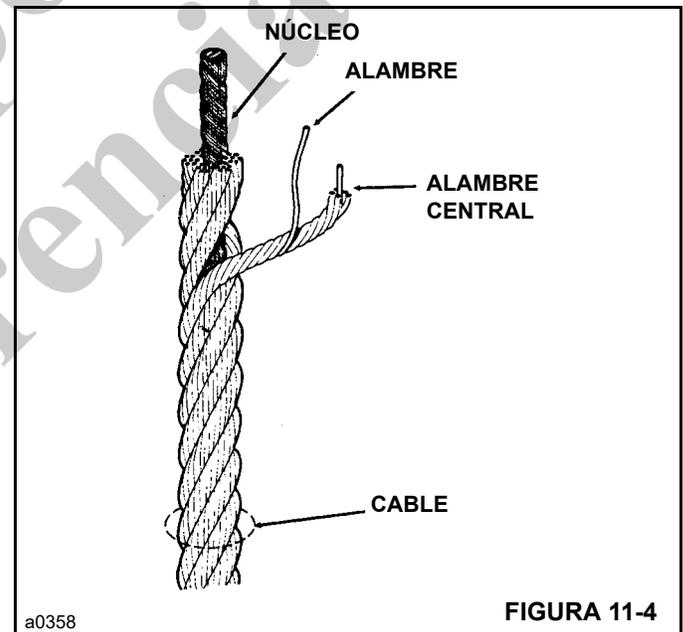

FIGURA 11-4
Cada cable tiene tres componentes básicos (Figura 11-4): (1) Los alambres que forman las trenzas y proporcionan colectivamente resistencia al cable; (2) las trenzas, que se extienden helicoidalmente alrededor del núcleo y (3) el núcleo, que forma una base para las trenzas. El núcleo que se utiliza en el cable del pórtico es un núcleo de cable independiente (IWRC), que es realmente un cable más pequeño o una trenza similar a las trenzas exteriores del cable. El núcleo IWRC agrega aproximadamente 7.5 % a la resistencia nominal del cable.